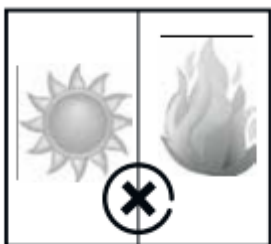

Fig. 2
- N'exposez pas à la lumière directe du soleil. Lorsque la lumière du soleil atteindra le verre de votre refroidisseur, le taux de fonctionnement augmentera. Cela signifie que la chaleur des produits intérieurs augmentera et que la consommation d'énergie augmentera. (Figure 2)